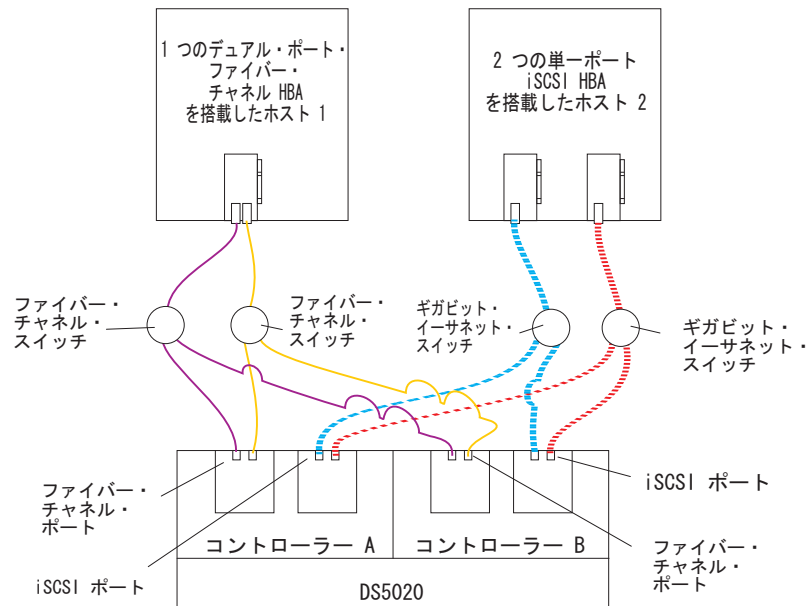

図 65. 複数ホスト、複数ポート、複数スイッチ構成の例
- 複数ホスト、複数ポート、複数スイッチ構成 (107 ページの図 65)
107 ページの図 65 に、複数ホスト、複数ポート、複数スイッチ構成の例を示します。